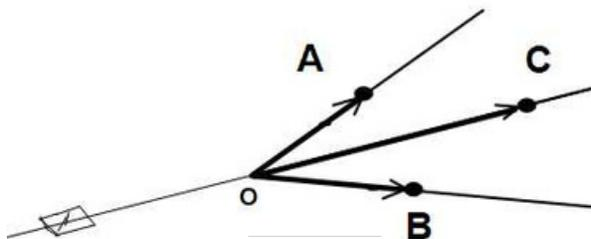
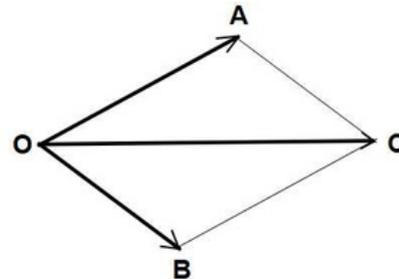

Fig. 8
Fig. 9
- Une ahora los puntos AC y BC para formar el paralelogramo que representa gráficamente la combinación de fuerzas (ver Fig. 8 y Fig. 9).